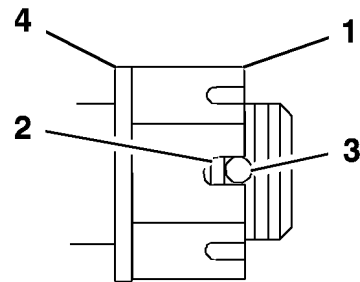

Figura 45
4. Apriete la tuerca almenada a 170 Nm (125 pies-libra) (Figura 45).
5. Compruebe la distancia desde el fondo de la ranura de la tuerca hasta el borde interior del taladro. Debe haber dos hilos o menos de la rosca visibles (Figura 45).
7. Apriete la tuerca almenada a 170 Nm (Figura 45).
8. Apriete la tuerca hasta que el siguiente conjunto de ranuras esté alineado con el taladro del eje (Figura 45).